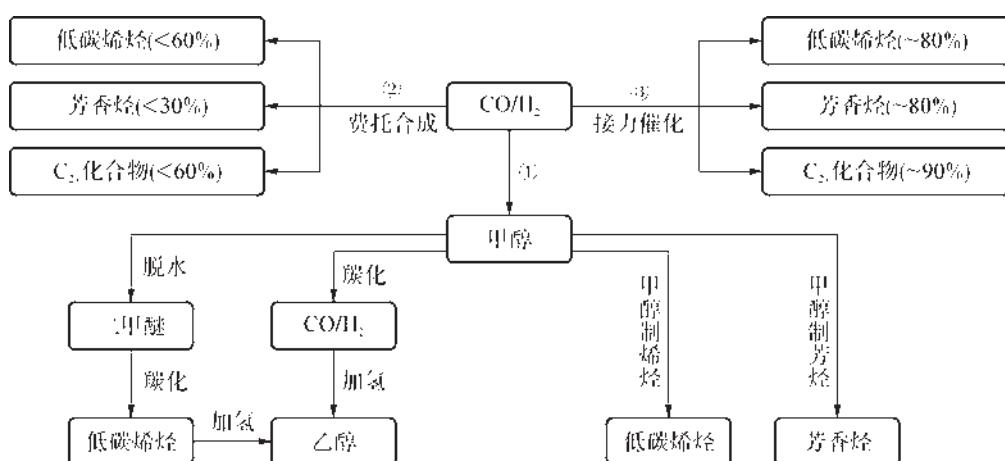

图6-7 合成气制大宗化学品的路径图
大宗化学品例如低碳烯烃、芳烃被广泛用于生产塑料、合成橡胶以及医药等生活必需品; C2+含氧化合物(包括乙酸甲酯、乙酸和乙醇)可用作燃料添加剂、食品调味剂以及绿色有机溶剂等方面。以合成气为原料, 现行的工艺一般通过甲醇平台分子多步法制备大宗化学品(图6-7①路线)。尽管多步法中目标产物选择性高, 但繁琐的工艺以及高的能耗增加了生产成本。虽然可以利用改性费托催化剂直接制备化学品, 但目标产物选择性较低, 一般不超过60% (图6-7②路线)。近年来, 研究者利用接力催化策略, 将多步法中各个步骤耦合在一起, 成功实现了合成气直接高选择性制大宗化学品(图6-7③路线)。